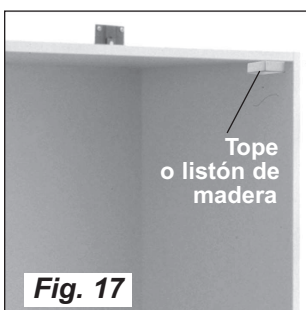

Fig. 17
- Para que el elevador cama no entre en el cuerpo del armario (más de 90°), es aconsejable instalar un tope interior, a ambos lados del panel superior. También puede atronillar un listón de madera. Véase **Fig. 17**.